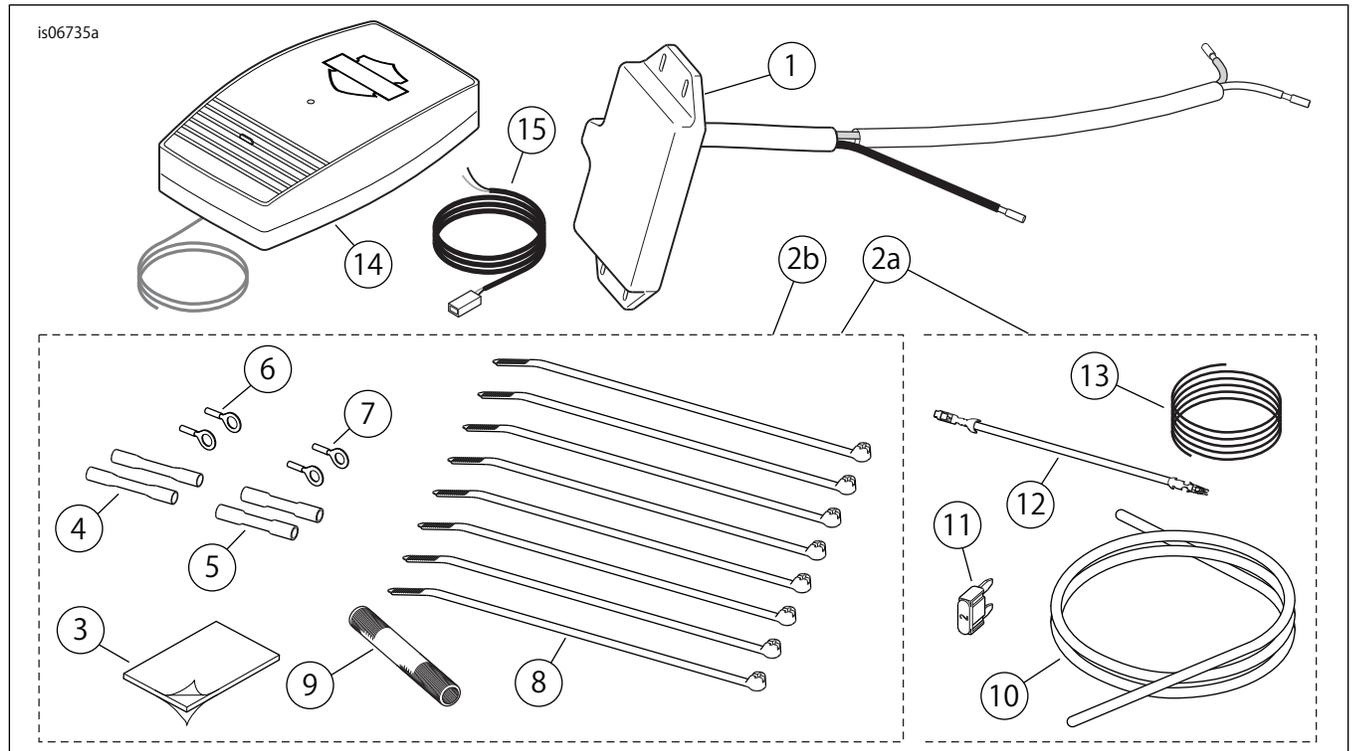

図34。交換用パーツ、リモートコントロールガレージドアオープナーキット
3. 「図22」を参照。「2-1」スプライス構成。キットから赤色のシール付きスプライスコネクター(「図34」のアイテム4を参照)を取り出します。サービスマニュアル付録の説明に従い、ガレージドアオープナーのワイヤーハーネス電源リードをメインハーネスのオレンジ/白ワイヤーに接合します。
4. 「図22」を参照。「1-1」スプライス構成。キットから青色のシール付きスプライスコネクタ(「図34」のアイテム5を参照)を取り出します。白のトランスミッターワイヤーを白のヘッドランプワイヤーに接合します。
- 「図22」を参照。「1-1」スプライス構成。キットから青色のシール付きスプライスコネクタ(「図34」のアイテム5を参照)を取り出します。白のトランスミッターワイヤーを白のヘッドランプワイヤーに接合します。
- 「図34」を参照してください。キットに含まれる織物製ワイヤーコンジット(9)を白のトランスミッターワイヤーの上にスライドさせます。
- 「図22」を参照。「1-1」スプライス構成。キットから青色のシール付きスプライスコネクタ(「図34」のアイテム5を参照)を取り出します。白のトランスミッターワイヤーを青/白のヘッドランプワイヤーに接合します。